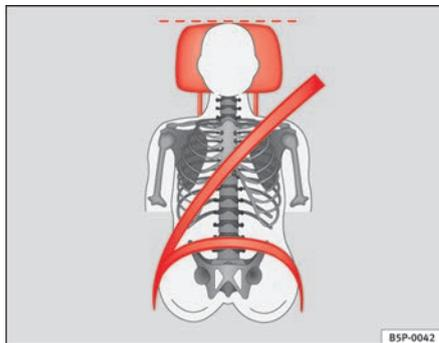
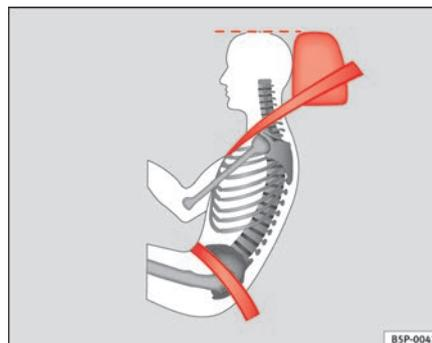

Fig. 64 Vista de frente: encostos de cabeça e cinto de segurança ajustados correctamente
Fig. 65 Vista de lado: encostos de cabeça e cinto de segurança ajustados correctamente
- Ajustar os encostos de cabeça de modo a que o rebordo superior do encosto fique alinhado com a parte superior da sua cabeça, no mínimo à altura dos olhos ⇒ fig. 64 e ⇒ fig. 65.